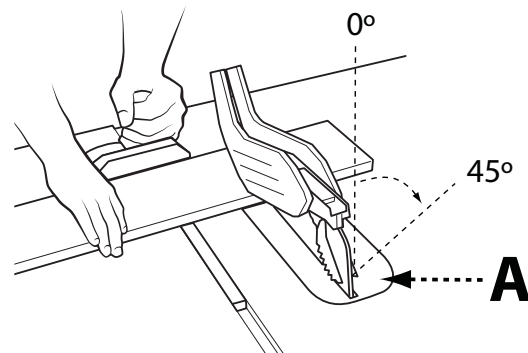

FIGURA 16
El corte cruzado biselado es idéntico al corte cruzado excepto que el ángulo de bisel (A) es diferente a 90°. Cuando haga un corte cruzado biselado, coloque la regla de ingletes en la ranura de la derecha, para que el disco quede inclinado en dirección contraria a la regla y sus manos. Vea la Figura 16.